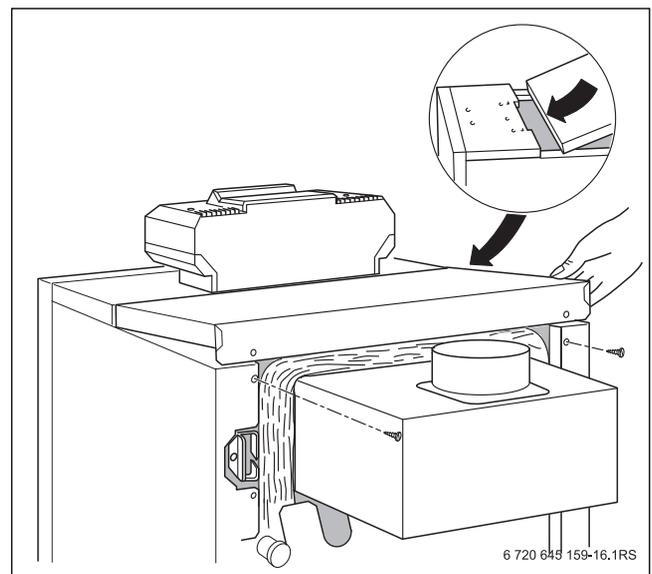

Рис. 28 Установка задней крышки котла
- ▶ Задвиньте заднюю крышку котла с язычками под переднюю крышку и нажмите на неё сзади вниз (→ рис. 28).